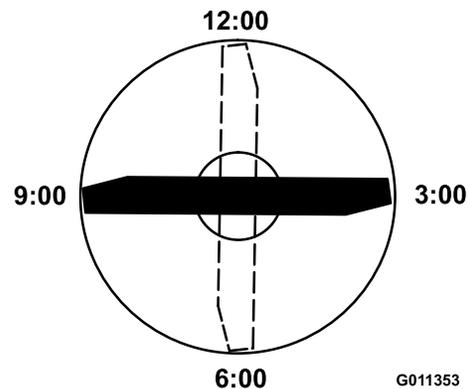

Figura 66
4. Posicione a extremidade de corte da extremidade marcada da lâmina nas 12 horas (a direito na direção do corte) (Figura 66) e meça a altura da mesa à extremidade de corte da lâmina.
5. Rode a extremidade marcada da lâmina para as posições das 3 horas e das 9 horas (Figura 66) e meça as alturas.